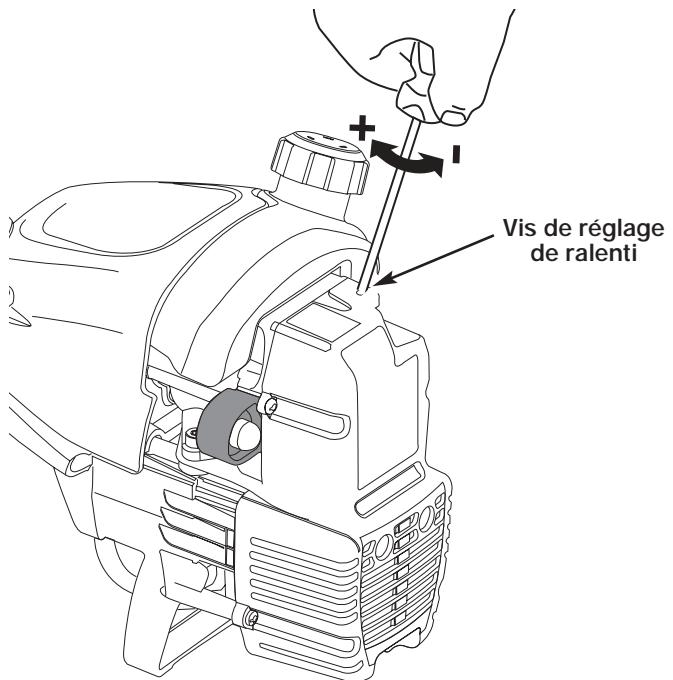

Fig. 42
Vous pouvez régler le ralenti du moteur à travers le couvercle du filtre à air/silencieux (Fig. 42).
2. Relâchez le levier d'accélérateur et laissez le moteur au ralenti. Si le moteur s'arrête, insérez un petit tournevis à embout cruciforme ou à tête plate dans le trou du couvercle du filtre à air/silencieux (Fig. 42). Vissez la vis de 1/8 de tour à la fois (selon le besoin), jusqu'à ce que le moteur tourne au ralenti.